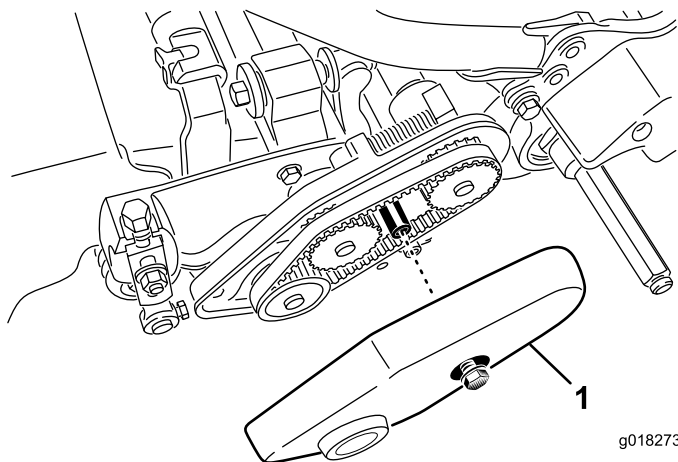

Figura 41
1. Allentate il bullone della flangia che fissa il copricinghia, e togliete il copricinghia per accedere alla cinghia (Figura 41).